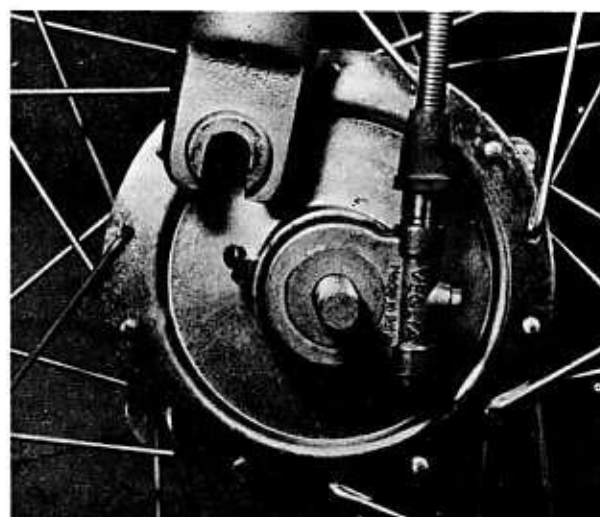

Bild 138
- Das Vorderrad wird in umgekehrter Ausbaureihenfolge wieder eingebaut. Der Ansatz an der Gabel muss in den Schlitz der Bremsankerplatte greifen (Bild 138, 139). Der letzte Punkt ist besonders wichtig, denn wenn die Bremsankerplatte nicht einwandfrei gesichert ist, blockiert die Bremse bei der ersten Betätigung, was zu einem schweren Sturz führen kann.